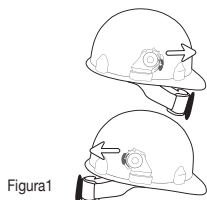

Figura 1
1. El casco industrial se puede usar con la visera hacia el frente o hacia atrás. Introduzca las cuchillas en las ranuras del casco con el botón siempre orientado hacia la parte posterior de la suspensión según la (Figura 1).